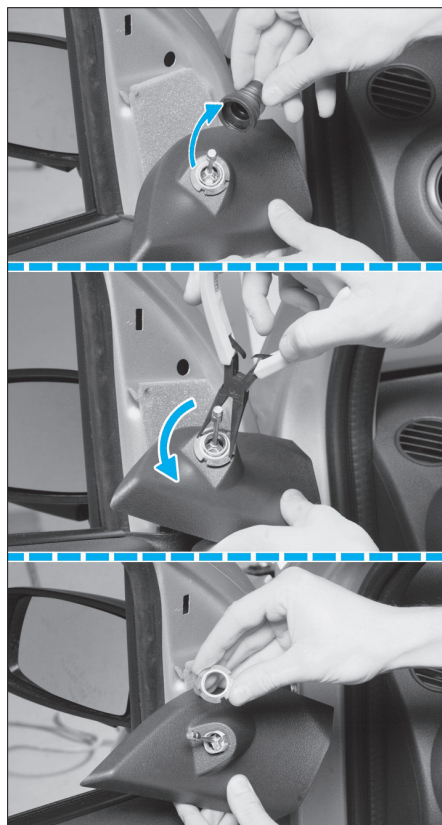

FIG. 33
• Dégrafer de la même façon l'enjoliveur intérieur de rétroviseur, puis déposer le caoutchouc de la manette de réglage (Fig.33).